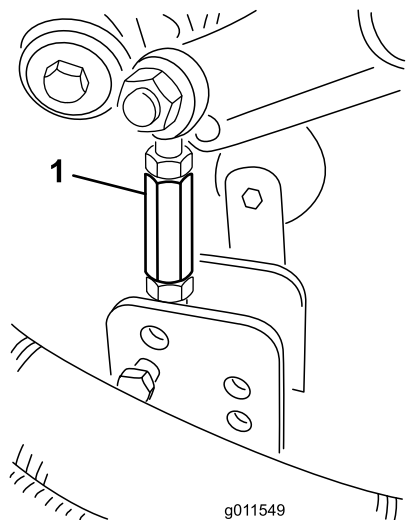

Рисунок 22
9. Снимите игольчатые шплинты и шплинтуемые штифты, которые крепят тяги демпферов к кронштейнам дек газокосилки (Рисунок 22).